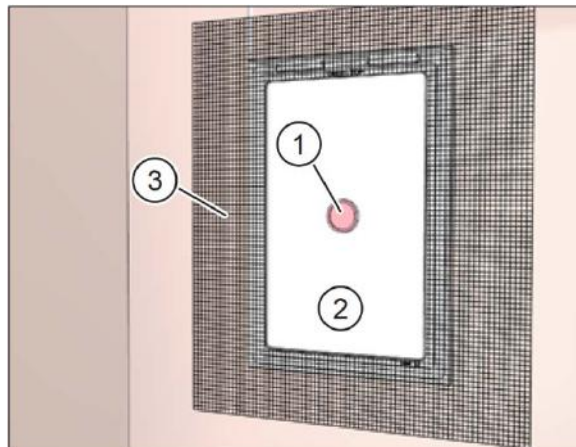

Рис. 20: заштукатурьте монтажный комплект внутри здания
- ▶ Проследите, чтобы сигнальная крышка (поз. 1 на рис. 20) находилась в гипсовой защитной крышке (поз. 2 на рис. 20).
- ▶ Нанесите штукатурную сетку M-WRG-II PG (поз. 3 на рис. 20) на монтажный комплект и капитальную стену.